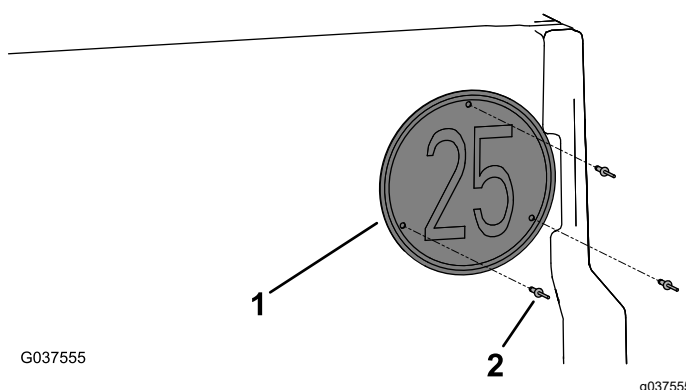

Figure 14
- Fixez le panneau de vitesse au hayon à l'aide de 3 rivets aveugles (3/16" x 15/16"), comme montré à la Figure 14.